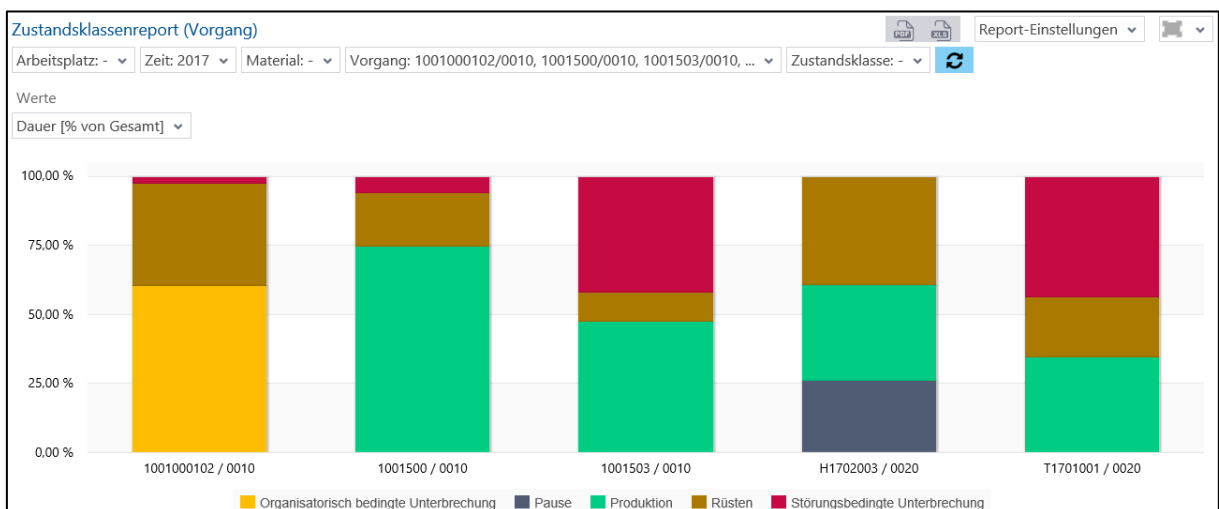

Bild 81: Zustandsklassenreport (Vorgang) als Säulendiagramm
- Zustandsklassenreport (Vorgang) als Säulendiagramm (Bild 81):